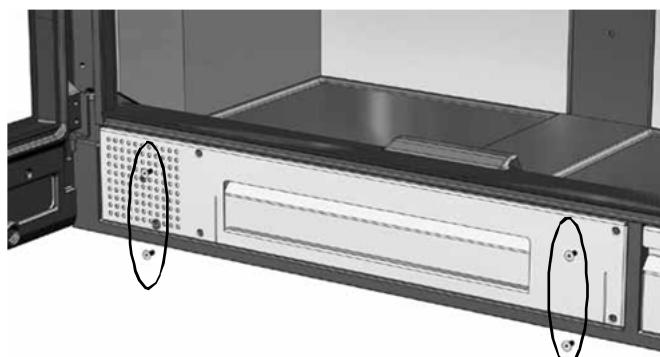

FIG. 1 - Nature 100
1. Retirez les quatre vis qui fixent la partie frontale de la tablette support du ventilateur (Fig.1).